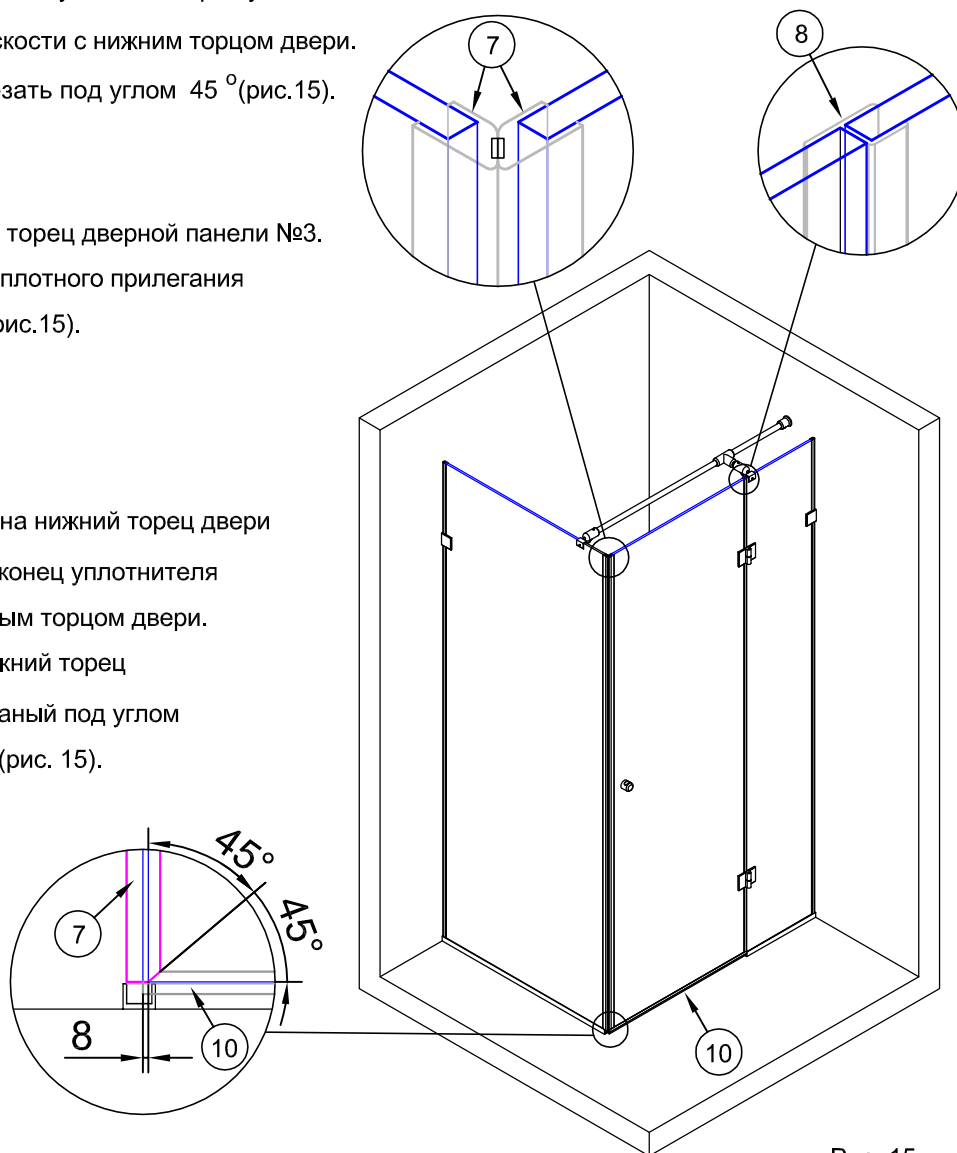

Рис. 15
5.1. Установить на внешние торцы боковой стенки и двери магнитный уплотнитель №7 (рис.15). Нижний край уплотнителя на боковой стенке должен быть вплотную к профилю на полу. Нижний край уплотнителя на дверях должен быть в одной плоскости с нижним торцом двери. Крылья, заходящие на стекло, подрезать под углом 45° (рис.15).
5.2. Установить уплотнитель №8 на торец дверной панели №3. Отрезки уплотнителя подрезать для плотного прилегания к петлям и к профилю №4* на полу (рис.15).
5.3. Уплотнитель с отливом №10 на нижний торец двери обрезать согласно рис.15. Другой конец уплотнителя должен совпадать с противоположным торцом двери. Установить уплотнитель №10 на нижний торец стекла дверей. Прижать край обрезанный под углом 45° к магнитному уплотнителю №7 (рис. 15).